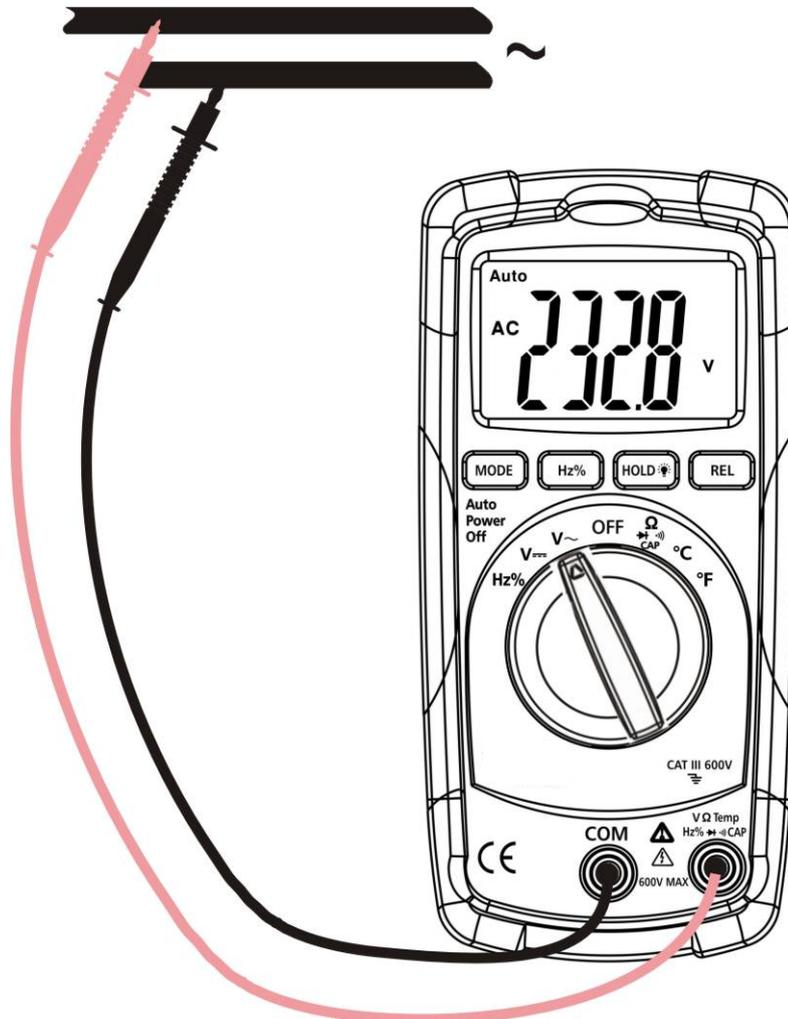

Fig. 3: Uso del Instrumento en medidas de Tensión CA
2. Inserte las puntas de prueba en los terminales, la punta roja en el terminal **VΩTempHz%CAP** y la punta negra en el terminal **COM** (ver Fig. 3)